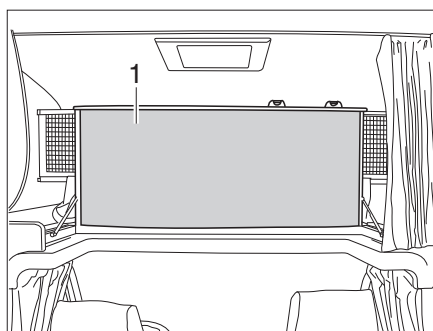

Fig. 157 Letto mansarda, ribaltato verso l'alto
- Ribaltare il letto mansarda (Fig. 157,1) verso l'alto, in avanti. Il letto mansarda viene mantenuto nella posizione superiore dalle molle a gas.